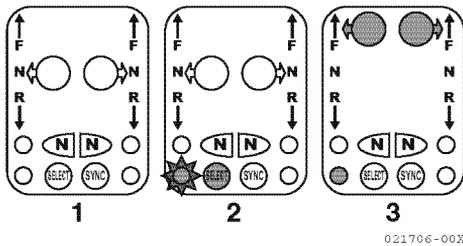

Figura 12
1. (1, **Figura 12**) se muestra un puesto inactivo.
2. Presione el botón SELECT (2, **Figura 12**). El botón se ilumina (en gris en **Figura 12**) y el indicador de puesto seleccionado parpadea (estrella alrededor del indicador en (**Figura 12**)).
3. Mueva la palanca o palancas para abrir gas avante ("F") o atrás ("R") hasta que su posición coincida con la del puesto activo (3, **Figura 12**). La luz del botón de la palanca correspondiente se ilumina de forma fija (en gris en la (3, **Figura 12**)) y el indicador de puesto seleccionado se ilumina de forma fija (en gris en la (3, **Figura 12**)).